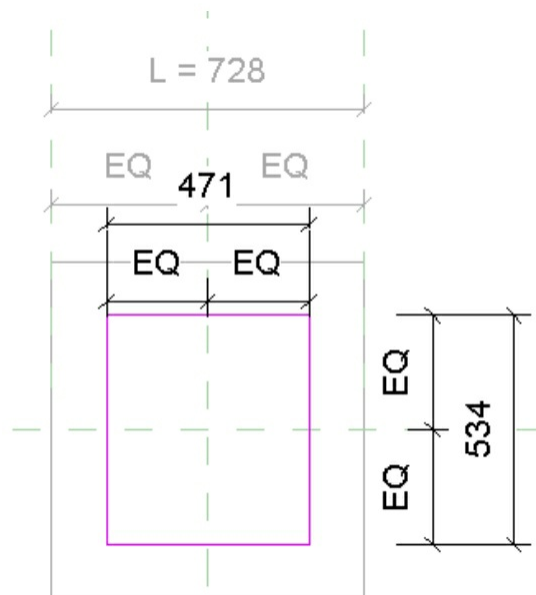

图7-162
- 单击“详图”选项卡>“尺寸标注”>“对齐”，对轮廓进行尺寸标注，并使用“EQ”命令平分尺寸，如图7-162所示。